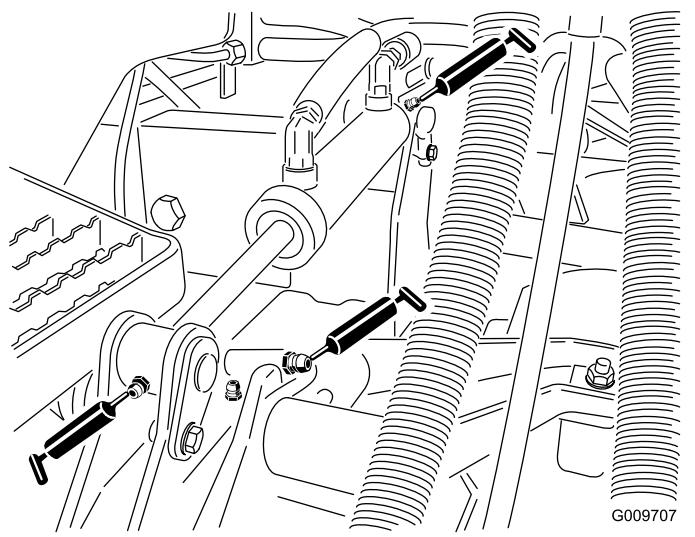

Figura 39
- Casquilhos do braço de elevação (1 por unidade de corte), como se mostra na Figura 39
- Casquilhos do cilindro de elevação (2 por unidade de corte), como se mostra na Figura 39